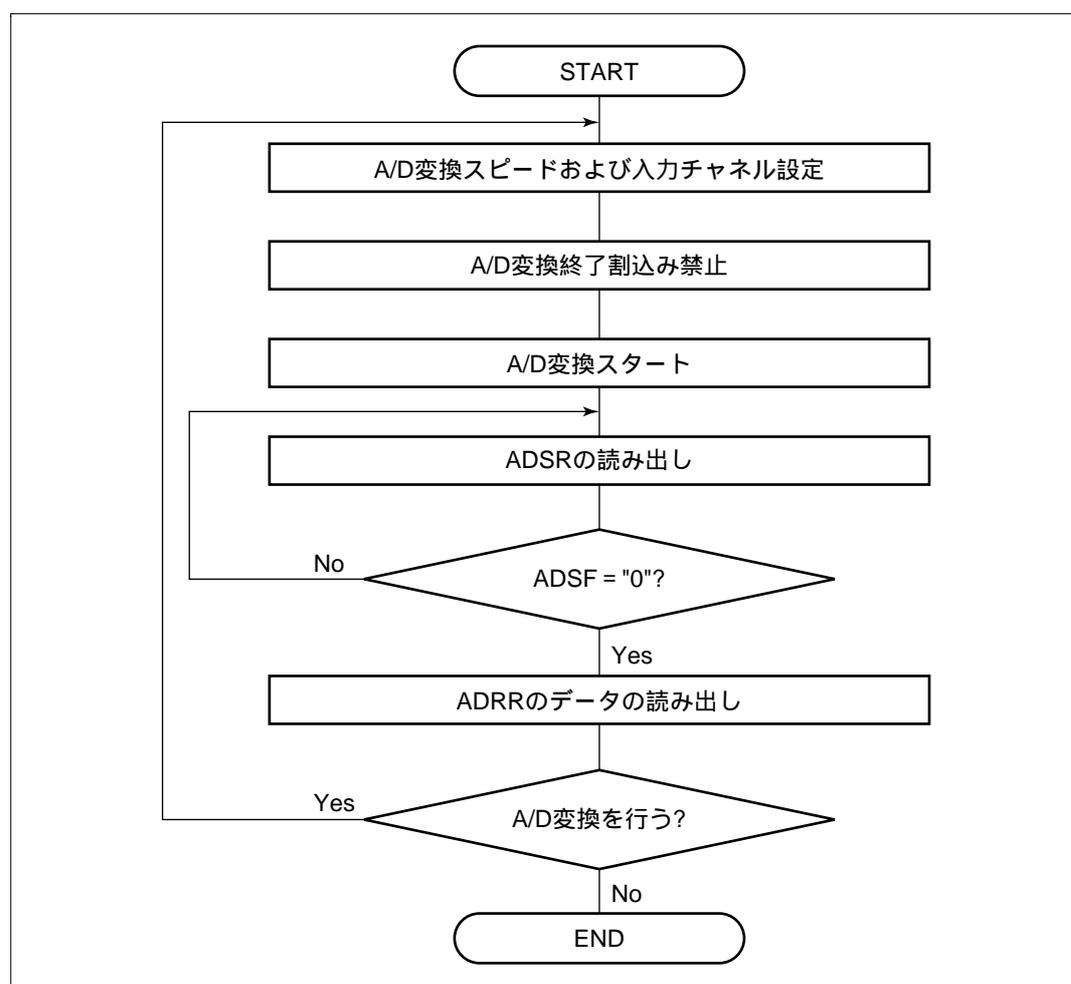
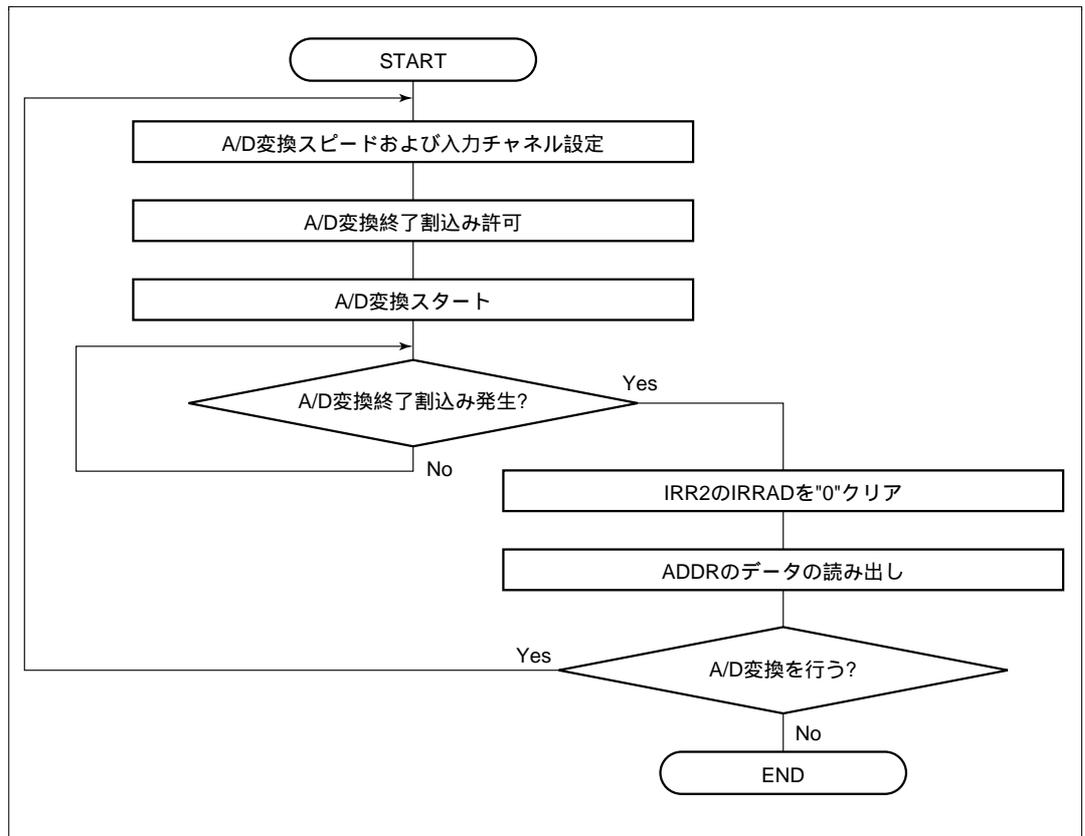

図 12.4 A/D 変換器の使用手順の概念フロー (1)
図 12.5 A/D 変換器の使用手順の概念フロー (2)
- (1) 入力チャンネルを  $AN_6$  (AMR の CH3 ~ CH0 を "1010")、IENAD = "1" に設定して、A/D 変換を開始 (ADSF = "1") します。
- (2) A/D 変換が終了すると、IRRAD が "1" にセットされ、A/D 変換結果が ADDR に格納されます。同時に ADSF = "0" となり、A/D 変換器は変換待機となります。
- (3) IENAD = "1" となっているため A/D 変換終了割り込み要求が発生します。
- (4) A/D 割り込み処理ルーチンが開始されます。
- (5) A/D 変換結果を読み出して、処理します。
- (6) A/D 変換処理ルーチンの実行が終了します。
この後、ADSF = "1" にセットすると A/D 変換が開始され (2) ~ (6) を行います。A/D 変換器の使用手順の概念フローを図 12.4、図 12.5 に示します。